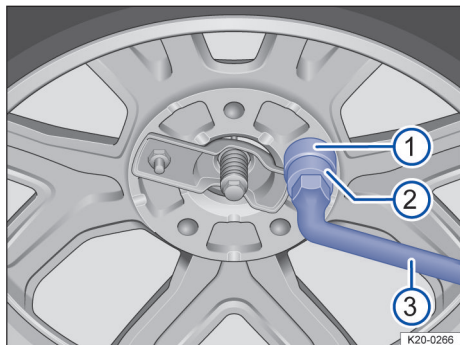

Fig. 205 Desmontar el dispositivo antirrobo.
1. Desmontar el adaptador del antirrobo → fig. 205 ② y la llave de rueda → fig. 205 ③ de la caja de herramientas de a bordo.
2. Quitar la caperuza de la tuerca de seguridad → fig. 205 ①.
3. Colocar el adaptador del dispositivo antirrobo ② y la llave de rueda ③ en la puerta de seguridad ①.
4. Sacar la tuerca de seguridad ① con la llave de rueda ③ girándola totalmente en el sentido antihorario.